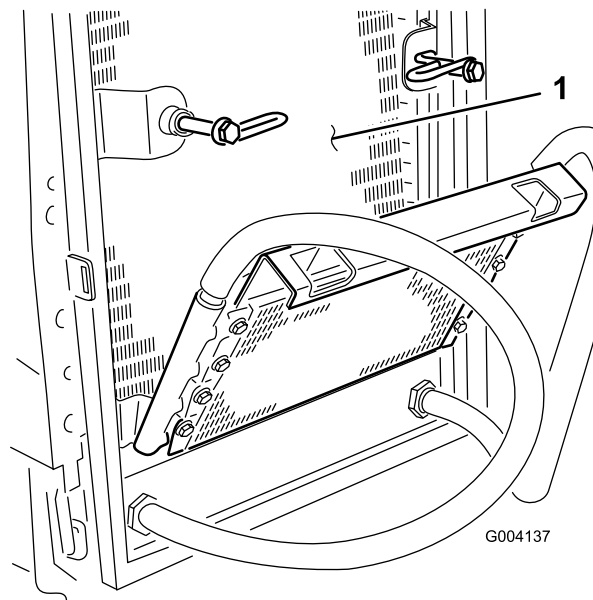

Bild 50
7. Blasen Sie von der Lüfterseite des Kühlers Druckluft ein (verwenden Sie niedrigem Druck (3,45 bar) ein (verwenden Sie kein Wasser). Wiederholen Sie den Vorgang von der Vorderseite des Kühlers und dann von der Lüfterseite. Reinigen Sie beide Seiten des Ölkuhlers gründlich. Entfernen Sie, nach der gründlichen Reinigung des Ölkuhlers, sämtlichen Schmutz, der sich an anderen Teilen des Geräts angesammelt hat (Bild 50) mit Druckluft.